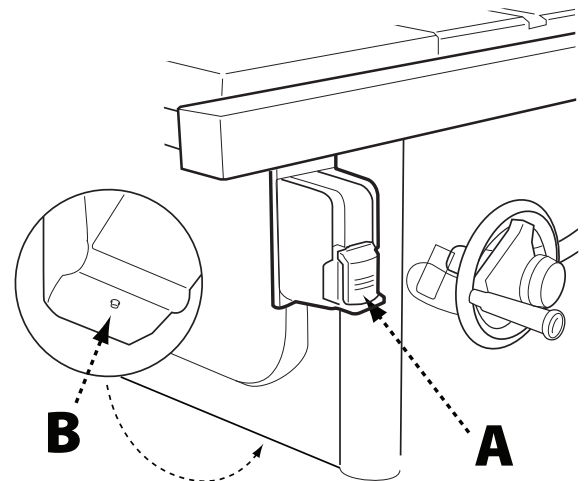

FIGURA 20
El interruptor POWER (encendido) (Figura 20) se encuentra abajo del ala de extensión izquierda frontal.
el botón rojo de restablecimiento (B) en el motor debajo de la sierra, que se muestra en la Figura 20 y vuelva a encender la sierra.